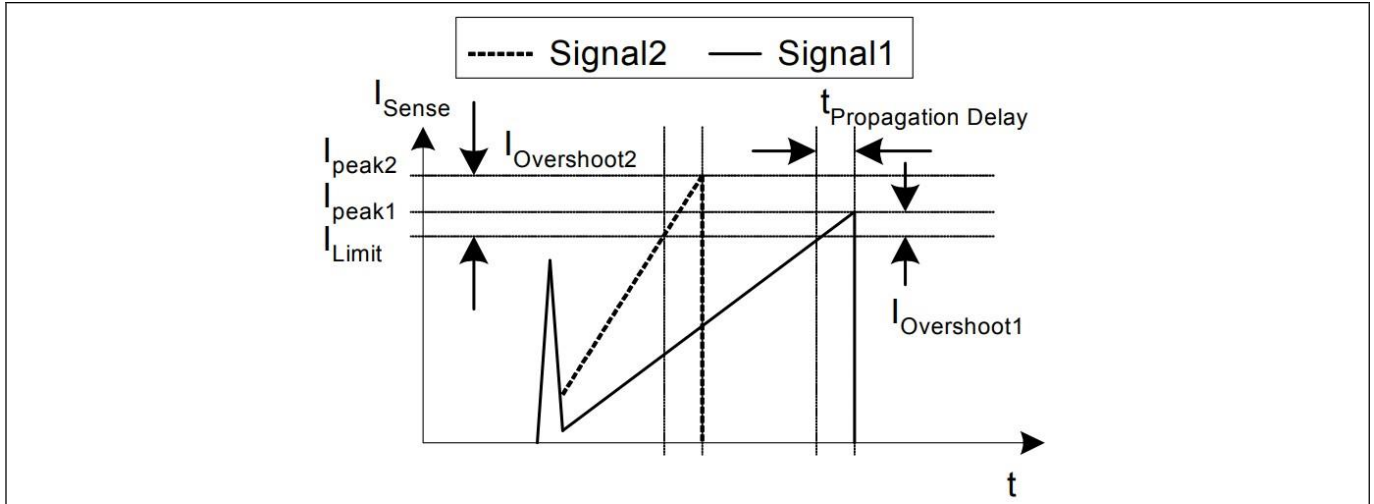

图 14 限流
在进行过流 (OC) 检测时，从感测 V_{CS} 到关断功率 MOSFET 的过程中始终存在传播延迟。因延迟引起的峰值电流 I_{peak} 过冲值取决于初级电流的 di/dt 比值（见图 14）。